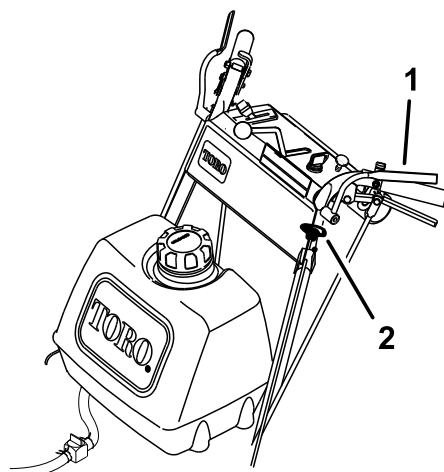

Figura 10
1. Premete le leve di controllo della presenza dell'operatore contro la stegola (Figura 10).
2. Alzate l'interruttore di comando delle lame (PDF) e tenete le leve di controllo della presenza dell'operatore contro la stegola (Figura 10).